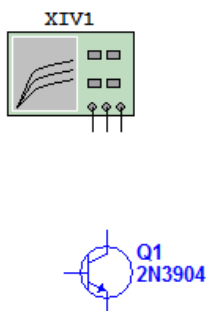

Рис. 15.4. Характерограф з транзистором
2. Характерограф. Щоб додати Характерограф, натиснемо кнопку, що знаходиться на правій панелі. Додамо в схему цей інструмент, а також біполярний транзистор 2N3904 ВJT (рис. 15.4).